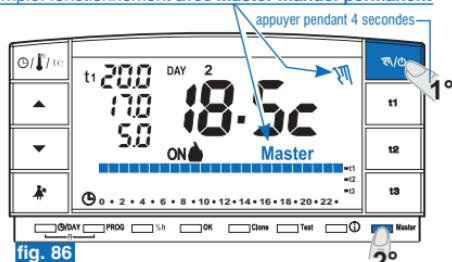

fig. 86
- sur le chronothermostat **MASTER**, appuyer sur la touche “**W/O**” (environ 4 secondes) pour entrer en fonctionnement manuel permanent; le symbole “**W**” devient fixe (voir plus de détails au paragraphe 7.1 **point B**) (exemple sur la fig. 86).